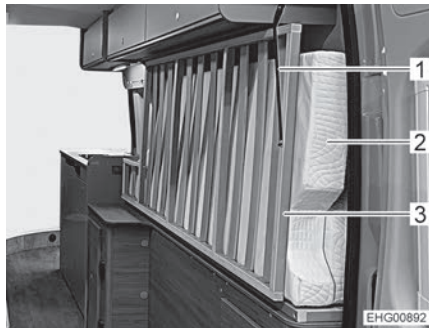

Bild 69 Rechtes Bett in Transportposition
- Matratze (Bild 69,2) des rechten Betts (in Fahrtrichtung gesehen) längs zusammenklappen und auf der Kante stehend ganz nach außen schieben (siehe Bild 69).
- Bettrost (Bild 69,3) des rechten Betts nach oben klappen.
- Hinteres Ende des Bettrosts mit Halteband (Bild 69,1) sichern.